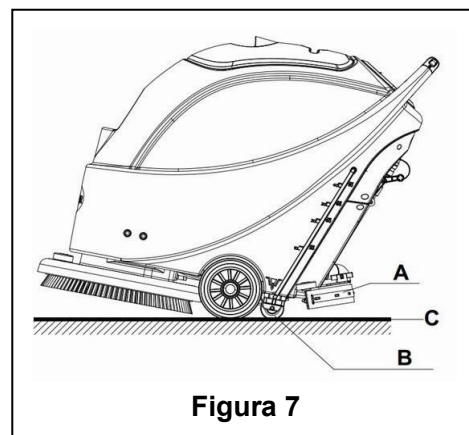

Figura 7
8. Suelte el interruptor de seguridad (1) para apagar el cepillo / panel de la almohadilla y la válvula solenoide.
9. Presione el interruptor de la Bomba de Aspiración (39) en posición "O" y la Bomba se demorará 5 segundos antes de dejar de funcionar.
10. Presione el interruptor de ajuste del volumen de flujo de agua (40) en posición "O" para detener completamente el funcionamiento de la válvula solenoide.
11. Presione el interruptor de encendido (38) en posición "O". Y desenchufe el cable de alimentación (9) del tomacorriente.
12. Use la palanca de elevación de la escobilla de goma (14) para levantarla.
13. Sujete el manillar (2) e incline levemente la máquina hacia atrás hasta que la rueda de guía toque el suelo. Véase la figura 7